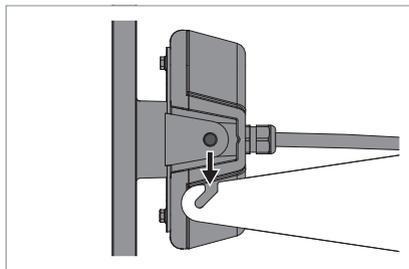

Fig. 11: Aggancio dell'apparecchio d'illuminazione al supporto.
- ▶ Agganciare l'apparecchio d'illuminazione al supporto, vedi Fig. 11.